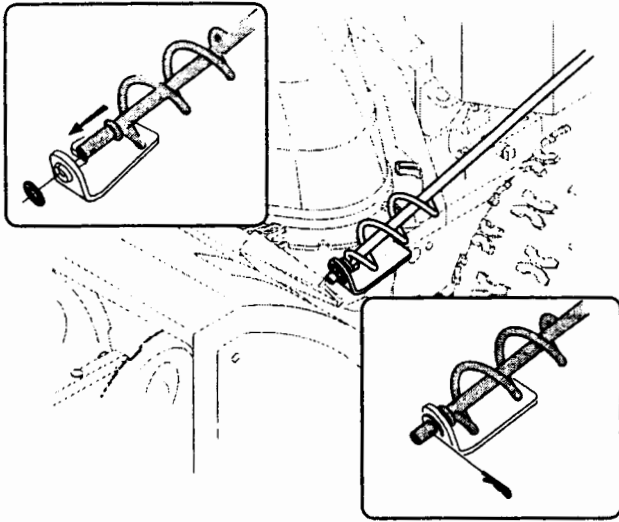

Figure 8
1. Retirez la rondelle plate et la goupille-épingle de l'extrémité de la manivelle de la goulotte. Enfoncez l'extrémité de la manivelle dans le support inférieur et maintenez-la en place avec la rondelle plate et la goupille-épingle retiré plus tôt. Voir la Figure 8.